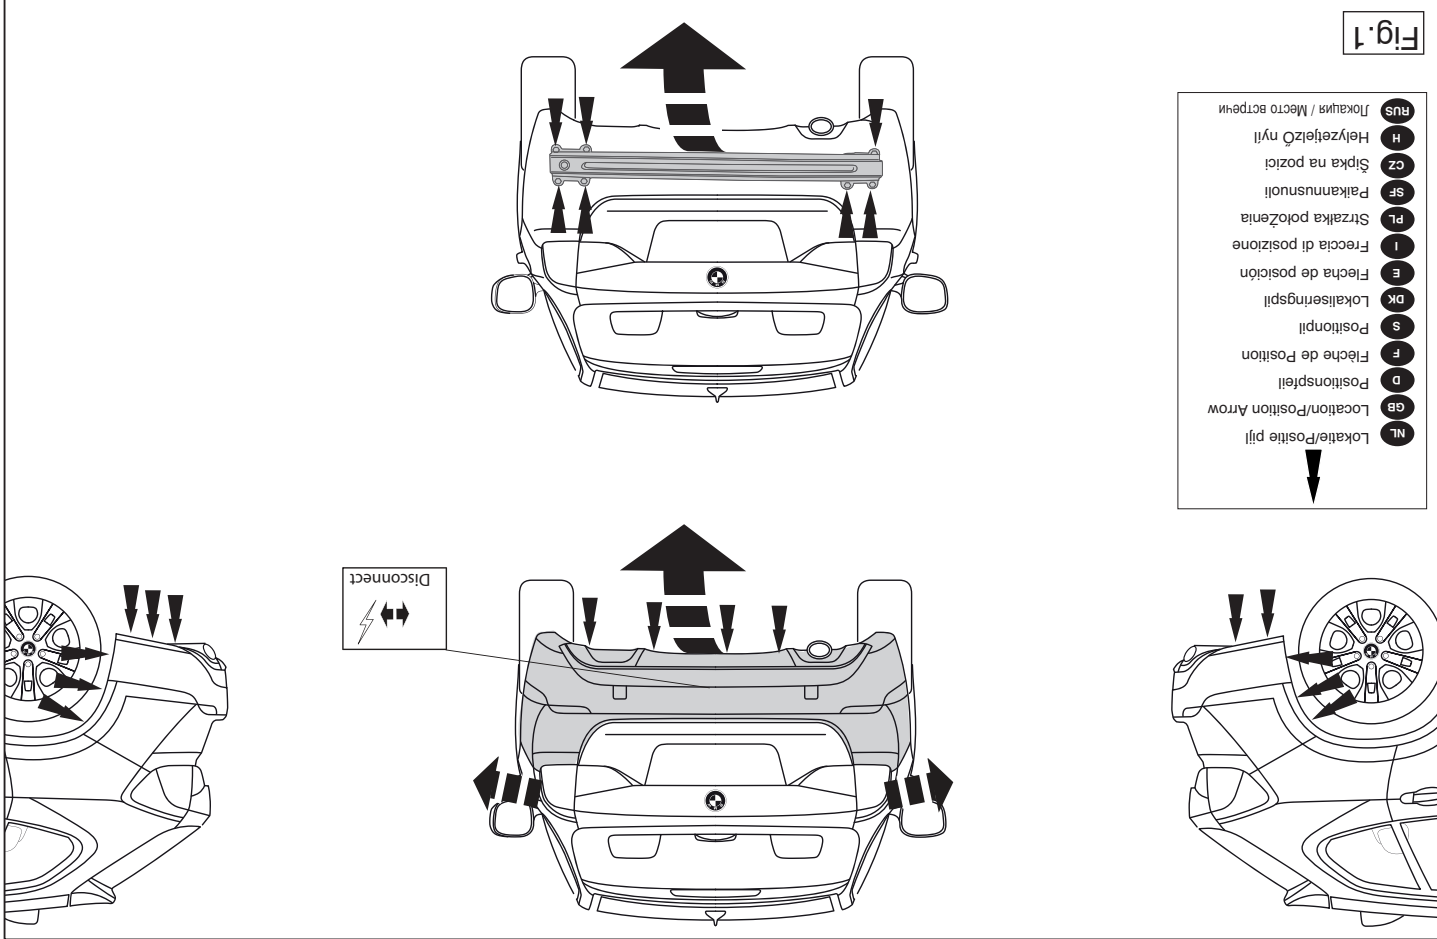

Fig. 1
2. Remove the bumper and the steel buffer beam from the vehicle. The buffer beam will no longer be needed. See figure 1.
13. Fit the bumper. (See fig. 1 + 1a).
2. Die Stoßstange einschließlich des stählernen Stoßbalkens vom Fahrzeug abmontieren. Der Stoßbalken wird nicht mehr benötigt. Siehe Abbildung 1.
13. Die Stoßstange montieren. (siehe Abb. 1+1a).
2. Déposer le pare-chocs du véhicule y compris la traverse en acier la traverse ne sera plus utilisée. Voir la figure 1
13. Mettre en place le pare-chocs. (voir la fig. 1+1a).
13. Montera stötfångaren. (se fig. 1+1a).
2. Demonter kofangeren, inklusive køretøjets stålstødbjelke. Denne bliver overflødig. Se fig. 1
13. Monter kofangeren. (Jævnfør fig. 1+1a).
2. Снять бампер вместе со стальным буферным брусом автомобиля буферный брус больше не понадобится. См. рисунок 1.